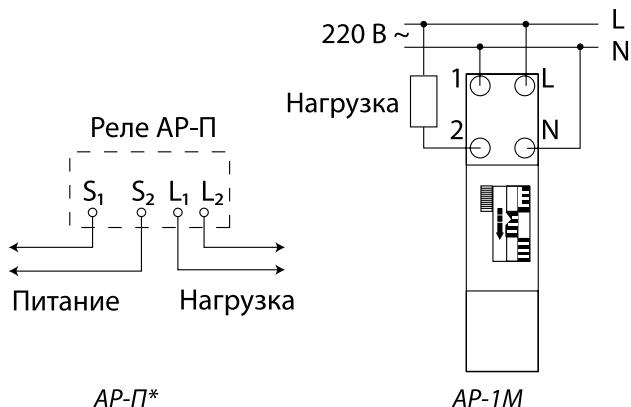

Рисунок 3. Электрические схемы подключения реле AP, AP-П и AP-1M
6.1. Подключение и установка текущего времени. Подать питание от сети переменного тока напряжением 220 В, частоты 50 Гц на контактные зажимы (см. рисунок 3):